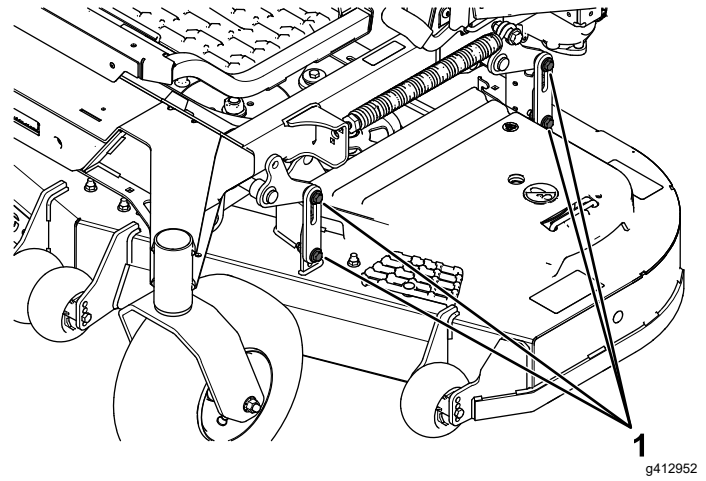

Figura 103
16. Afloje las contratueras (Figura 103) en las 4 esquinas y asegúrese de que la carcasa de corte queda bien asentada sobre los 4 bloques.